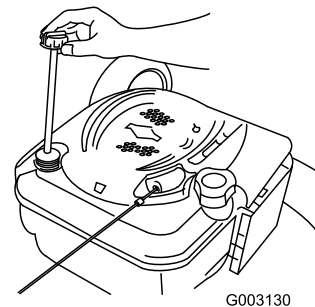

Bild 37
2. Ziehen Sie den Peilstab heraus (Bild 37).